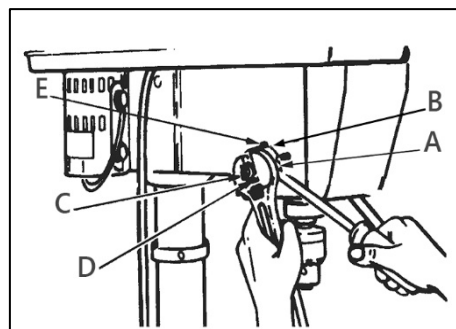

Рисунок 12.
Поместите отвертку в нижний передний паз (A) (рис. 12) корпуса пружины (B) и удерживайте в таком положении во время откручивания и снятия внешней гайки (C).